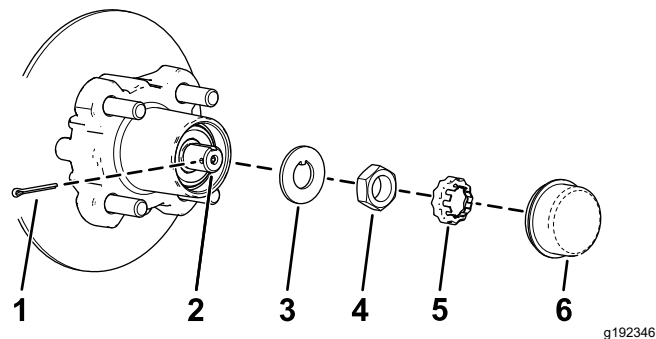
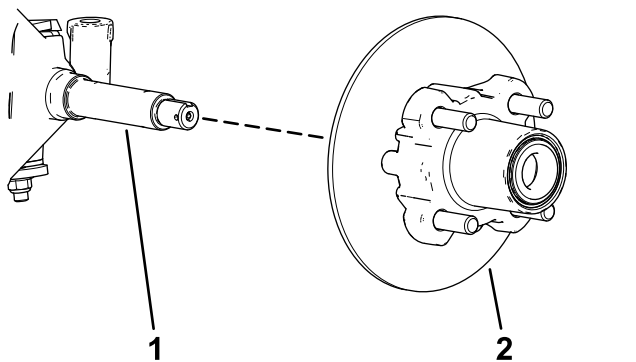

图 34
图 35
4. 从轮毂上卸下防尘盖 图 34。
5. 从主轴和主轴螺母上卸下开口销和螺母卡环 图 34。
6. 从主轴上卸下主轴螺母将轮毂和转子总成从主轴上分开 图 34和图 35。